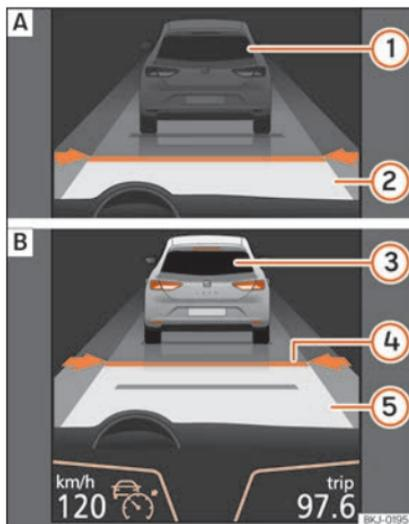
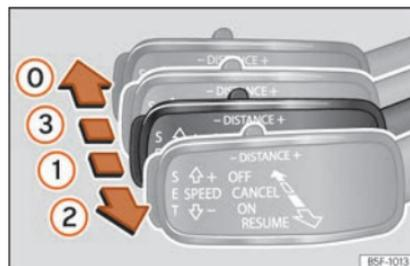
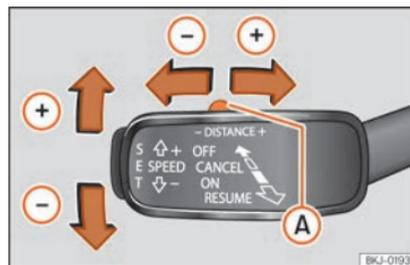

Abb. 270 Im Display des Kombiinstrumentes: (A) ACC inaktiv (Standby). (B) ACC aktiv.
Abb. 272 Auf der linken Seite der Lenksäule: dritter Hebel für die Betätigung der automatischen Distanzregelung.
Abb. 273 Auf der linken Seite der Lenksäule: dritter Hebel für die Betätigung der automatischen Distanzregelung.
Bildschirmanzeigen »» Abb. 270:
Wenn die automatische Distanzregelung (ACC) eingeschaltet ist, schaltet sich auf der Schalttafel die grüne Kontrollleuchte ein (☺) und auf dem Bildschirm werden die programmierte Geschwindigkeit und der Zustand der ACC angezeigt »» **Abb. 270**.
Während der Fahrt können Sie die aktuelle Geschwindigkeit, falls erwünscht, als Fahr-geschwindigkeit des Fahrzeugs einstellen und die ACC aktivieren. Drücken Sie dazu auf die Taste **SET** »» **Abb. 273**. Falls Sie die Geschwindigkeit in Schritten von 1 km/h [0,6 mph] erhöhen oder reduzieren möchten, bewegen Sie den Hebel in die Position ② »» **Abb. 272** bzw. drücken Sie die Taste **SET**.
Die programmierte Geschwindigkeit kann je nach Wunsch während der Fahrt oder bei Fahrzeugstillstand geändert werden. Jegliche Änderungen der programmierten Geschwindigkeit werden unten links am Bildschirm des Kombiinstruments angezeigt »» **Abb. 270**.
Um das Abstands-niveau zu erhöhen oder zu reduzieren, drücken Sie den Wippschalter nach rechts/links »» **Abb. 273** (A).
- Um die ACC zu aktivieren, müssen Sie, wenn sich der Hebel in Position ① befindet, die Taste **SET** drücken oder den dritten Hebel der ACC in die Position ② bringen »» **Abb. 272**. In diesem Moment wechselt die ACC-Anzeige am Bildschirm des Kombiinstruments in den Modus **Aktiv** »» **Abb. 270**.
Um die ACC zu deaktivieren, bewegen Sie den Hebel in die Position ③ »» **Abb. 272** (eingearbeitet). In diesem Moment erscheint der Text **ACC deaktiviert** und die Funktion ist vollständig deaktiviert.
»» **Abb. 272** oder betätigen Sie das Bremspedal.